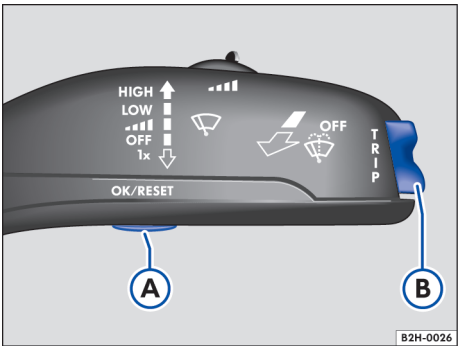

Fig. 12 En la palanca del limpiacristales: teclas para manejar los menús.
2. Si se muestra un mensaje o el pictograma de un vehículo, pulse la tecla **OK/RESET** → fig. 12 **A**.
3. Para visualizar el menú principal o para volver al menú principal desde otro, mantenga presionada la tecla basculante **TRIP** → fig. 12 **B**.
1. Pulse la parte superior o inferior de la tecla basculante **TRIP** → fig. 12 **B** hasta que se marque la opción de menú deseada.
2. Para abrir el submenú, pulse la tecla **OK/RESET** → fig. 12 **A**.
1. Realice las modificaciones deseadas con la tecla basculante **TRIP** → fig. 12 **B**. Para aumentar o reducir los valores más rápidamente, mantenga presionada la tecla basculante **TRIP** → fig. 12 **B**.
2. Marque y confirme la selección con la tecla **OK/RESET** → fig. 12 **A**.
Mantenga presionada la tecla basculante **TRIP** → fig. 12 **B**.